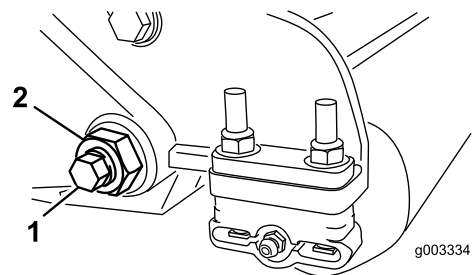
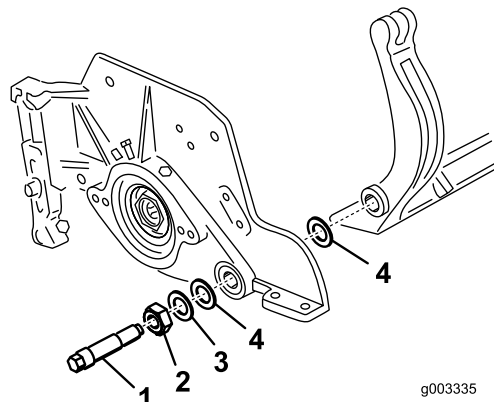

Bild 27
Bild 28
3. Lösen Sie an jeder Seite der Maschine die Klemmmutter, mit der die Schraube des Untermesserträgers befestigt ist (Bild 27).
4. Nehmen Sie jede Schraube des Untermesserträgers ab, damit der Untermesserträger nach unten gezogen und von der Maschine entfernt werden kann (Bild 27). Bewahren Sie die beiden Nylonscheiben und die beiden Scheiben aus gestanzten Stahl an jedem Ende des Untermessers auf (Bild 28).
2. Befestigen Sie den Untermesserträger mit den Untermesserträgerschrauben (Muttern an den Schrauben) und den sechs Scheiben an jeder Seitenplatte. Legen Sie eine Nylonscheibe an jede Seite des Seitenplattenansatzes. Legen Sie eine Stahlscheibe außen auf jede Nylonscheibe (Bild 28). Ziehen Sie die Schrauben mit 37 bis 45 Nm an. Ziehen Sie die Sicherungsmuttern an, bis sich die Stahlscheibe außen nicht mehr dreht und kein Spiel am Ende vorhanden ist, ziehen Sie jedoch nicht zu
9. Befestigen Sie den Untermesserträger mit den Untermesserträgerschrauben (Muttern an den Schrauben) und den sechs Scheiben an jeder Seitenplatte. Legen Sie eine Nylonscheibe an jede Seite des Seitenplattenansatzes. Legen Sie eine Stahlscheibe außen auf jede Nylonscheibe (Bild 30). Ziehen Sie die Schrauben mit 37 bis 45 Nm an. Ziehen Sie die Sicherungsmuttern an, bis sich die Stahlscheibe außen nicht mehr dreht und kein Spiel am Ende vorhanden ist, ziehen Sie jedoch nicht zu stark an oder verbiegen Sie die Seitenplatten. Die Scheiben innen können einen Abstand aufweisen (Bild 28).